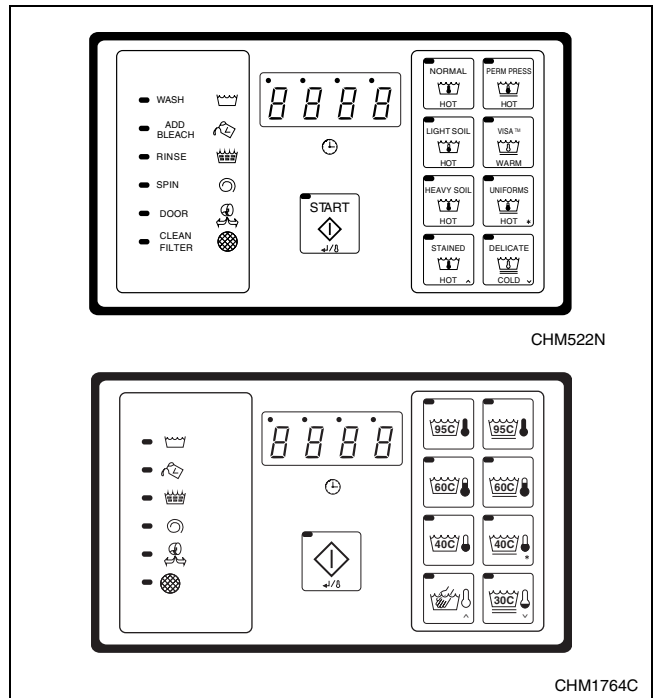

Figure 34
5. Le cycle de lavage par défaut s'affiche. Se reporter à la Figure 34.